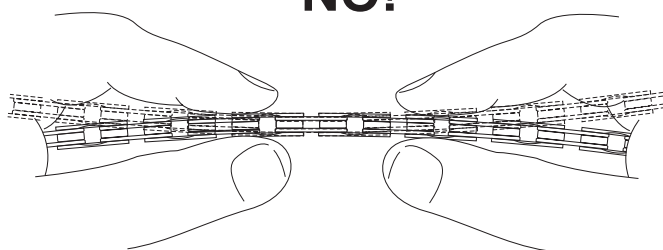

Fig. 9
**I** • Dopo la chiusura della catena sono assolutamente da evitare eventuali manovre di flessione laterale della catena stessa (Fig. 9, tradizionalmente fatte per migliorare la scorrevolezza).
**GB** • Once the "permalink" is closed, do not laterally bend the chain in that area (Fig. 9, which was traditionally performed in order to increase performance).
**D** • Nach dem Schließen der Kette sind eventuelle Maßnahmen zur Steigerung der Leichtläufigkeit der Laschen, wie seitliches Hin- und Herbiegen der Kette nicht notwendig, sie sind ganz im Gegenteil absolut zu vermeiden (Abb. 9).
**E** • Después de cerrar la cadena se debe absolutamente evitar cualquier tipo de maniobra de flexión lateral para intentar aumentar la fluidez de los eslabones (Fig. 9).
**NL** • Als de "permalink" is gesloten, buig deze dan niet in zijwaartse richting (Fig. 9, hetgeen bij traditionele kettingen wel moest om de hem soepel te laten werken).